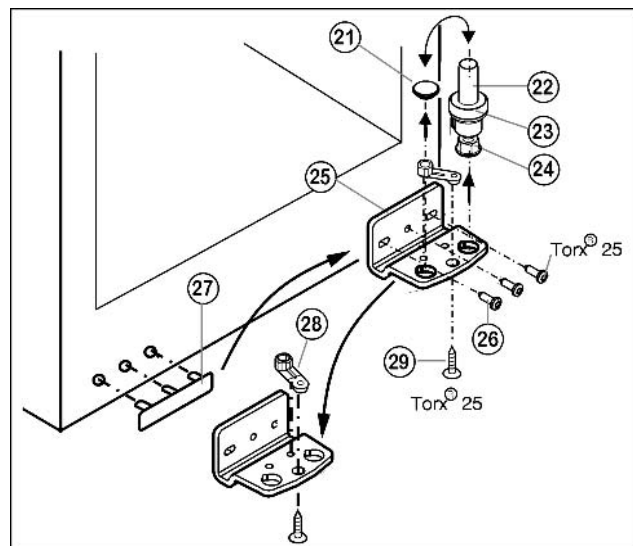

Fig. 5
- Ložiskový čep Fig. 5 (22) včetně podložky Fig. 5 (23) a seřizovací nožky Fig. 5 (24) vytáhněte nahoru.
- Zátku Fig. 5 (21) odstraňte.
- Stojan ložiska Fig. 5 (25) odšroubujte Fig. 5 (26).
- Ložiskový díl Fig. 5 (28) odšroubujte Fig. 5 (29) a přemístěte jej do protilehlého upínacího otvoru stojanu ložiska, pak ho znovu pevně přišroubujte.
- Krytku na straně madla Fig. 5 (27) opatrně vytáhněte a přemístěte na druhou stranu.
- Stojan ložiska Fig. 5 (25) na nové straně závěsu zase přišroubujte příp. pomocí akumulátorového šroubováku (momentem 4 Nm).
- Zátku Fig. 5 (21) zase vložte do druhé díry.
- Ložiskový čep Fig. 5 (22) včetně podložky a seřizovací nožky zase nasadte. Přitom dávejte pozor, aby zajišťovací vačka směřovala dozadu.
- Dveře nasadíte shora na spodní ložiskový čep Fig. 5 (22).
- Dveře případně pomocí obou podélných děr ve spodním stojanu ložiska Fig. 5 (25) vyrovnejte tak, aby lícovaly se skříní přístroje. Vyšroubujte prostřední šroub.